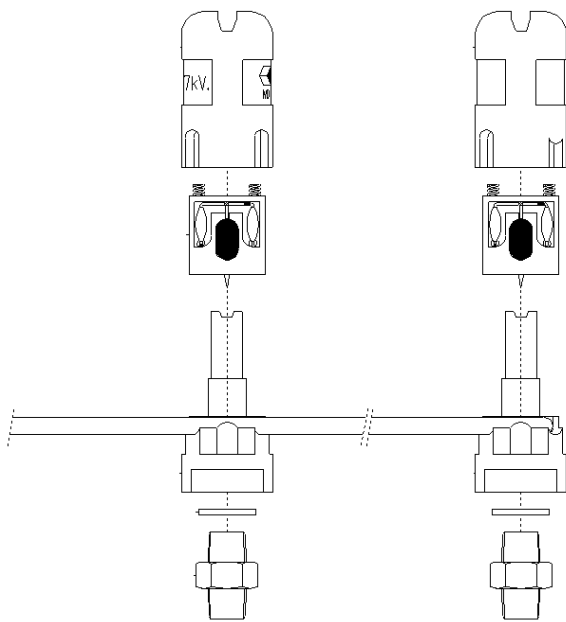

Fig. 3 Construction d'un bec HE
10.2.1. Démontage du bec HE (voir fig. 3)